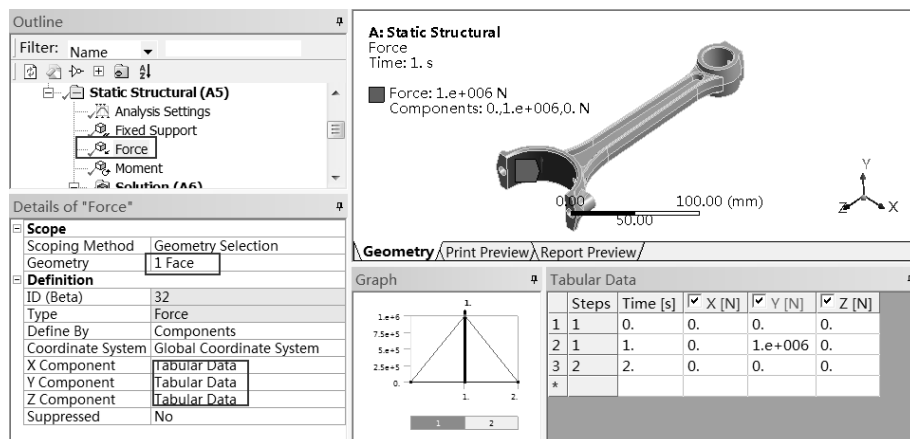

图 16-23 施加载荷
Step2：在另外一端加亮面上施加载荷 Force，载荷大小如表 16-1 所示。具体操作过程如图 16-23 所示。